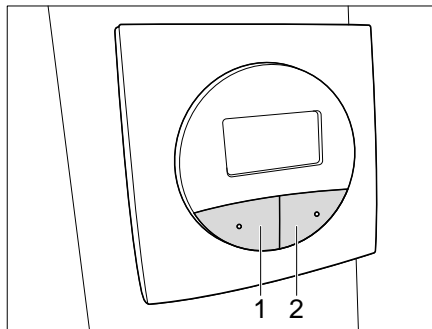

Bild 42 Panel Satellitenanlage Teleco
- SAT Taste (Bild 42,2) **zweimal** drücken. Die Satellitenanlage fährt aus und sucht automatisch den eingestellten Satelliten.
- Taste PARK (Bild 42,1) drücken. Die Satellitenanlage wird eingefahren.